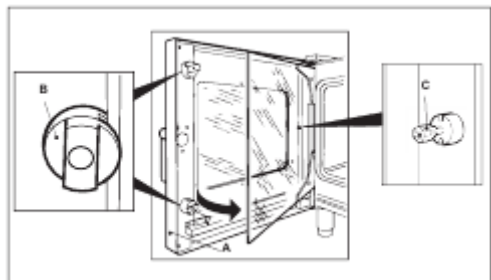

рис.9
- 1) Откройте дверь печи (**А**-рис.9)
- 2) Откройте пластиковые замки блокировки внутреннего стекла (**В** – рис.9) и, раскрыв, положите их (как открытую книгу).
- 3) Замените лампу (**С**-рис. 9)